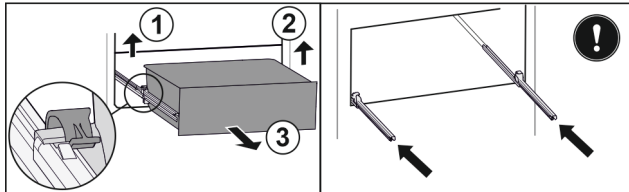

Fig. 132
- Sollevare il morsetto sinistro e allo stesso tempo tirare in avanti il cassetto sinistro. Fig. 132 (1)
- Sollevare il morsetto destro e allo stesso tempo tirare in avanti il cassetto destro. Fig. 132 (2)
- Rimuovere il cassetto tirandolo in avanti. Fig. 132 (3)